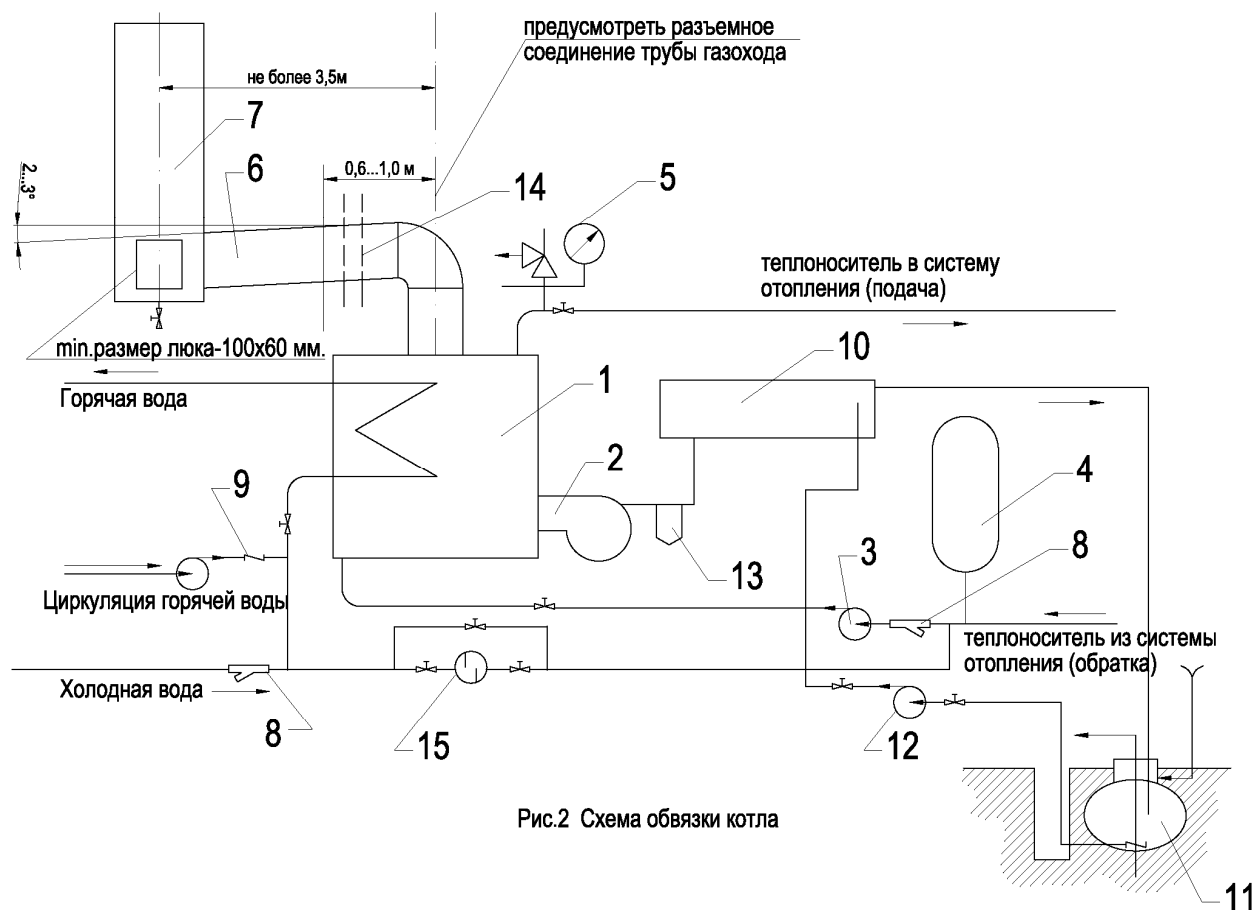

Рис.2 Схема обвязки котла
3.4 На рис.2 показана обязательная (за исключением поз.9 и контура циркуляции горячей воды) схема обвязки котла, работающего на жидком топливе. В случае использования газообразного топлива из рекомендуемой схемы обвязки исключаются позиции 10; 11; 12; и 13 и добавляется газовый коллектор и клапан осечки газа с устройством обнаружения утечки газа. Дополнительно на подводящем газопроводе необходимо установить манометр с пределами измерений от 0,001 до 0,005 МПа. Соединение подводящего газопровода с горелкой котла обеспечить посредством гибкой подводки рассчитанной на газообразное топливо.
- Обеспечена герметичность разъемного соединения газохода (поз.14, рис.2).
Для устранения образования накипи в контуре отопления в котлах с теплопроизводительностью до 100 кВт рекомендуется, а в котлах с теплопроизводительностью свыше 100 кВт необходима установка полифосфатного дозатора (поз.15, Рис.2). В системе ГВС допускается использование воды питьевого качества согласно требованиям ГОСТ 2874-82 «Вода питьевая». Объем воды, используемой для подпитки, не должен превышать норм, указанных в МСН 4.02-02-2004 «Тепловые сети».